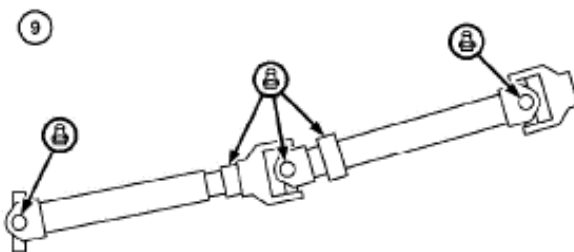

Рис.4.52 – Змащення проміжного валу приводу багатошвидкісної похилої камери
13. Змастити проміжний вал приводу багатошвидкісної похилої камери (рис.4.52). Повернути для отримання доступу до 5 маслянок та ввести мастило.